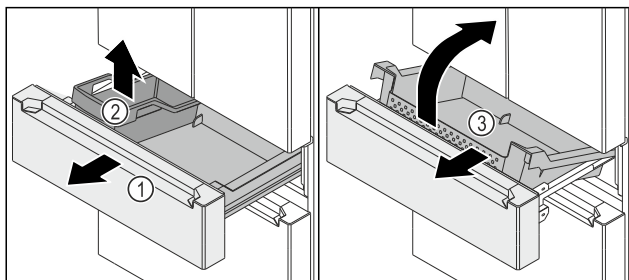

Fig. 137
- ▶ Auszugswagen Fig. 137 (1) bis zum Anschlag herausziehen.
- ▶ FlexBox Fig. 137 (2) entnehmen.
- ▶ Behälter Fig. 137 (3) vorne hochheben.
- ▶ Behälter Fig. 137 (3) schräg nach vorne entnehmen.